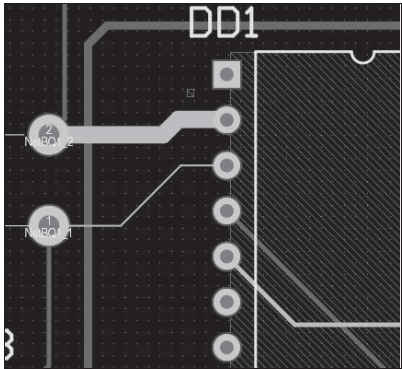

Рис. 5.12. Пример управления приоритетом правил
Эта настройка приоритетов распространяется на интерактивную трассировку печати. На рис. 5.12 показан пример управления приоритетом правил для ширины печатного проводника: цепи BQ1\_1 и BQ1\_2, входящие в класс **Signal**, разведены на слое **Bottom Layer** проводниками специально для них назначенной ширины 0,15 и 1 мм, а на слое **Top Layer** — общей для класса шириной 0,3 мм.
- ☐ В случае обнаружения ошибок сообщения об этих ошибках наполняют нижнее поле панели **PCB Rules And Violations**. При указании курсором на одно из сообщений об ошибке соответствующий объект выводится на экран в главное окно графического редактора в масштабе, назначенном в поле управления масштабом **Magnify** (рис. 5.12).